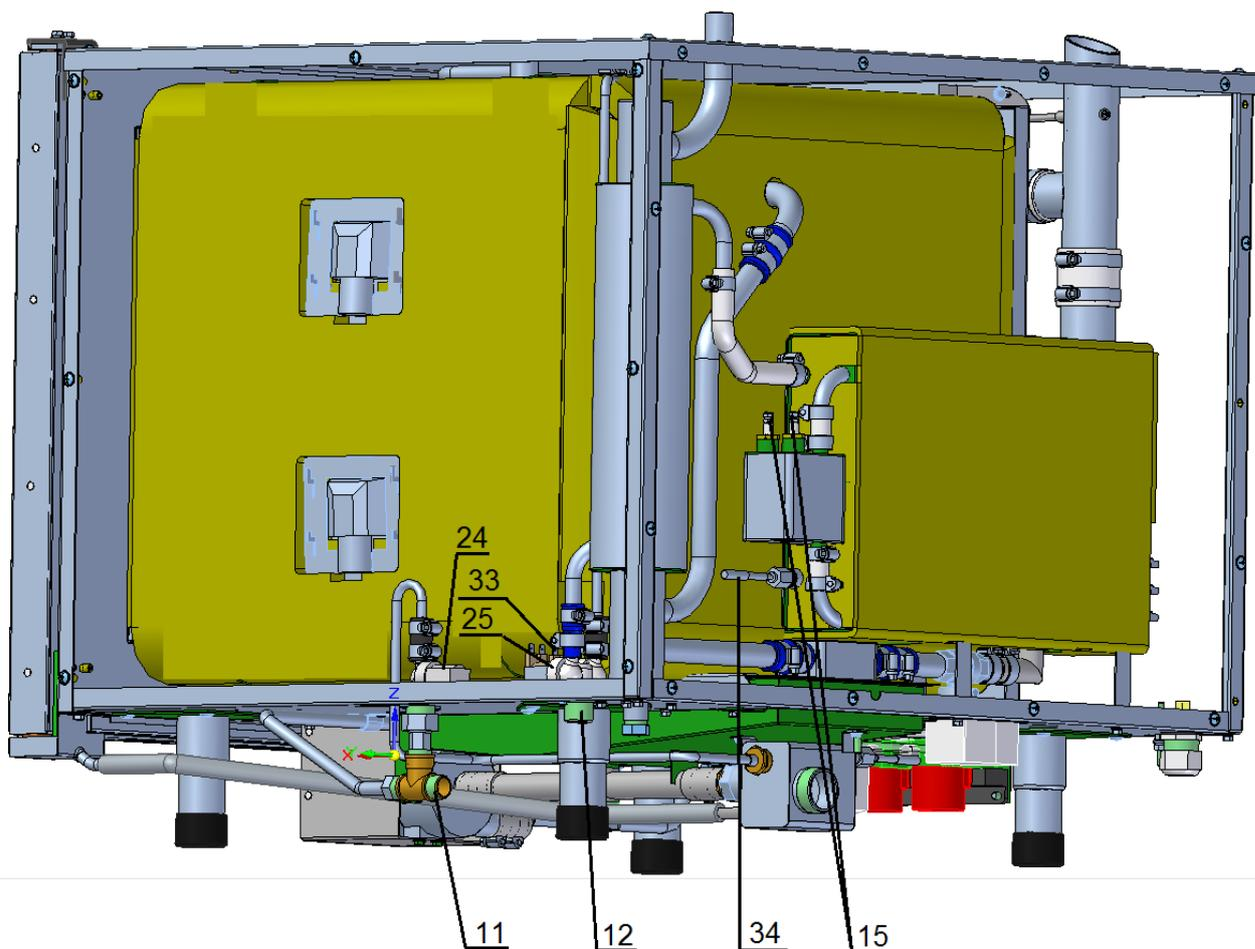

Рис. 2.2
- термопара парогенератора (рис. 2.2 поз.34).